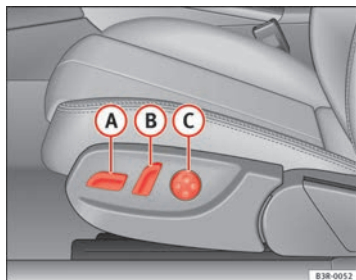
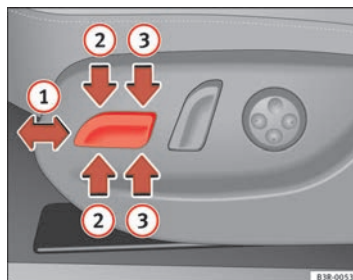

Abb. 107 Vordersitz:
Abb. 108 Vordersitz:
- Bewegen Sie den Schalter **A** ⇒ Abb. 107 nach vorn oder nach hinten **1** ⇒ Abb. 108 ⇒